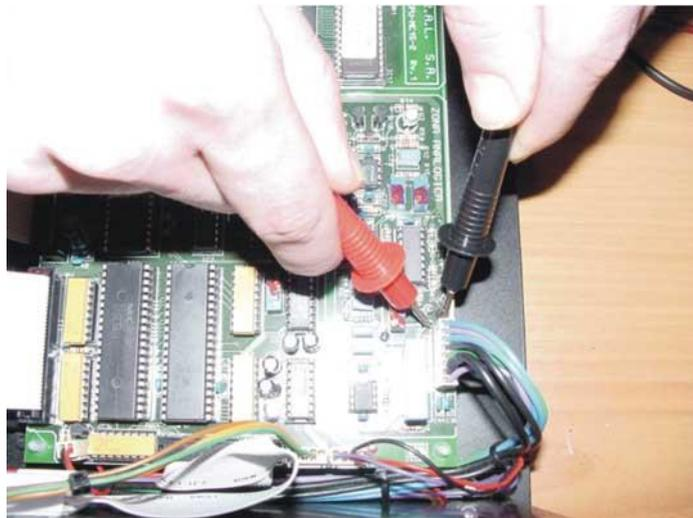

Рис. 8
8. Можно также проконтролировать тестером напряжение между контрольными точками X4 и X6 на плате центрального процессора (Рис. 8). Напряжение должно быть порядка трех вольт.